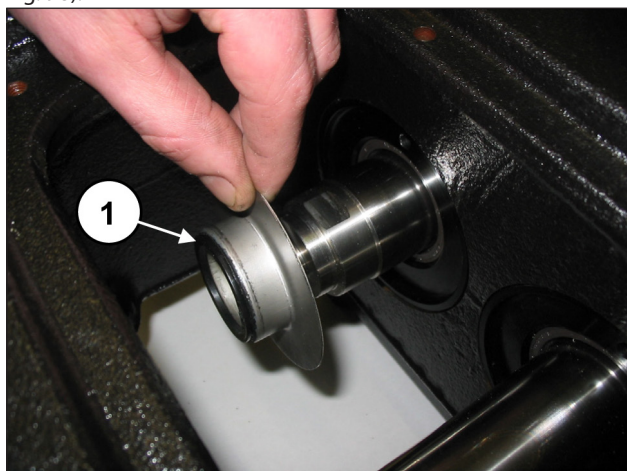
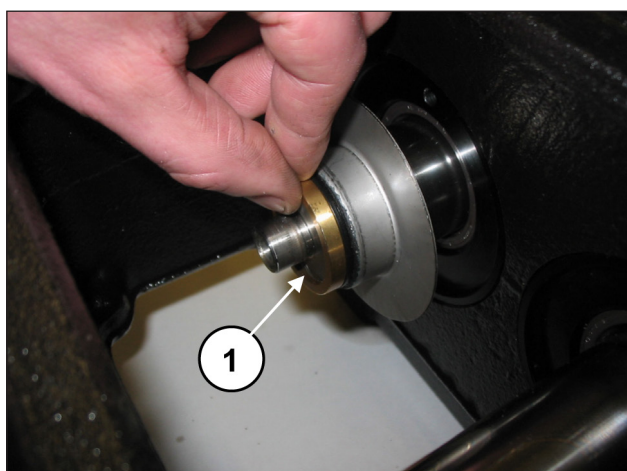

Fig. 97
Fig. 98
Posizionare il paraspruzzi e l'anello distanziale paraspruzzi nell'alloggiamento sullo stelo guida pistone (pos. ①, Fig. 97 e Fig. 98).